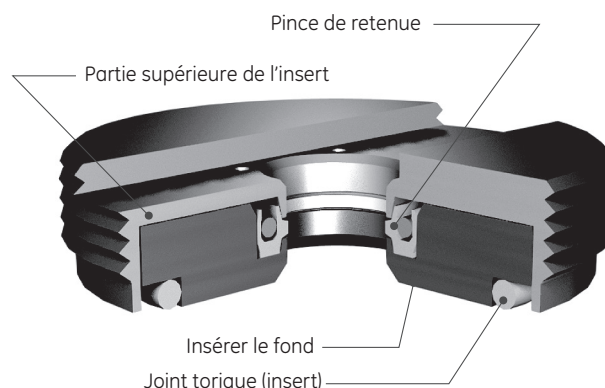

Figure 59 : Ensemble insert
- e. L'ensemble insert final est illustré sur la figure 59.